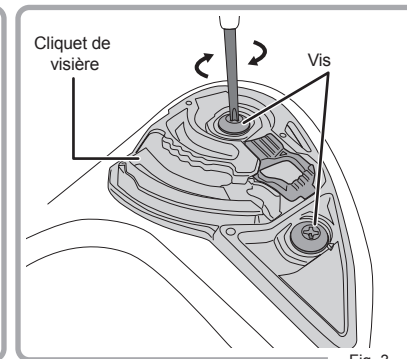

Fig. 3
3. Serrez fermement chacune des vis dans le sens des aiguilles d'une montre. (Fig. 3)